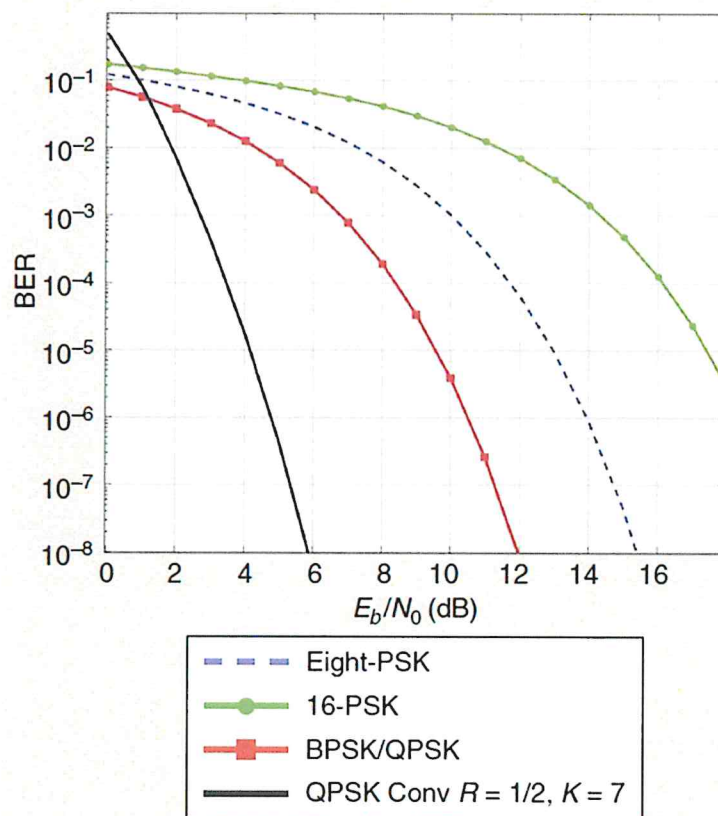

Fig. 1 BER (bit error rate) in funzione di (E_b/N_0) per modulazione BPSK/QPSK
- Livello di soglia che garantisce un valore di BER pari a 10^{-5} : $(E_b/N_o)_{\text{threshold}}=9.6\text{dB}$ (come stimato da curve in Fig. 1)